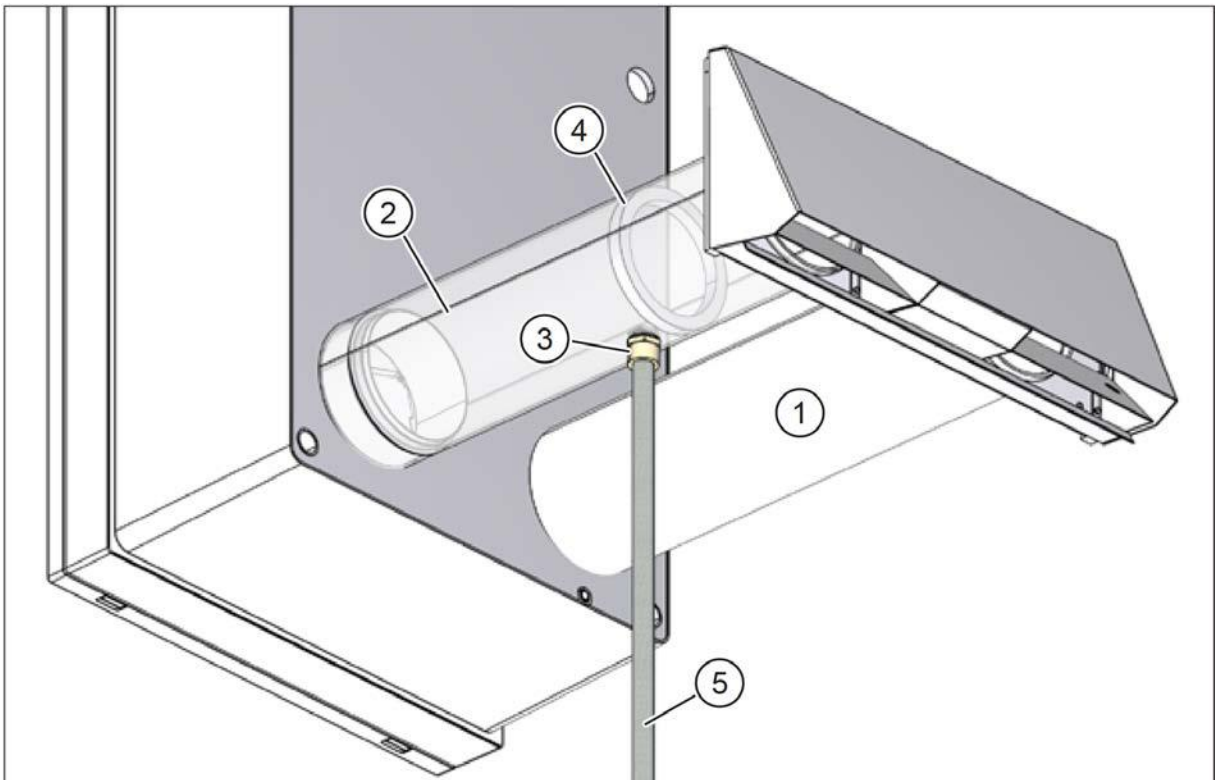

Рис. 19: слив конденсата по вытяжной трубе
- Труба приточного воздуха, DN 100, 0,5 м (поз. 1 на рис. 19)
- Труба вытяжного воздуха DN 100, 0,5 м (поз. 2 на рис. 19), с соединительным элементом с наружной резьбой 1/2 дюйма (поз. 3 на рис. 19) и барьер (поз. 4 на рис. 19) для удерживания конденсата.
- Защитить трубу для слива конденсата (поз. 5 на рис. 19) в холодных регионах от мороза можно, например, проложив ее за утепление фасада.